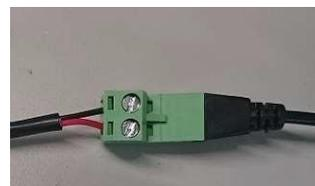

図 2
- カメラ側の XLR 生線をスプライスし、カメラモデル CV505/565/345/365 を使用する場合は RS485 フェニックスコネクタ(ブレイクアウトケーブルの)に挿入します(図 2 参照)。またはカメラモデル CV502/343/350 のリアパネル上の RS485 ポートに直接挿入してください。